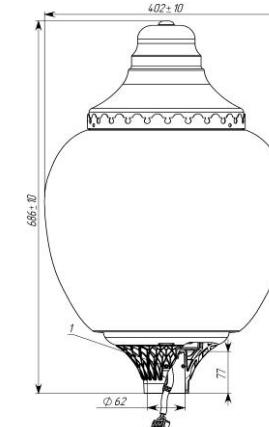
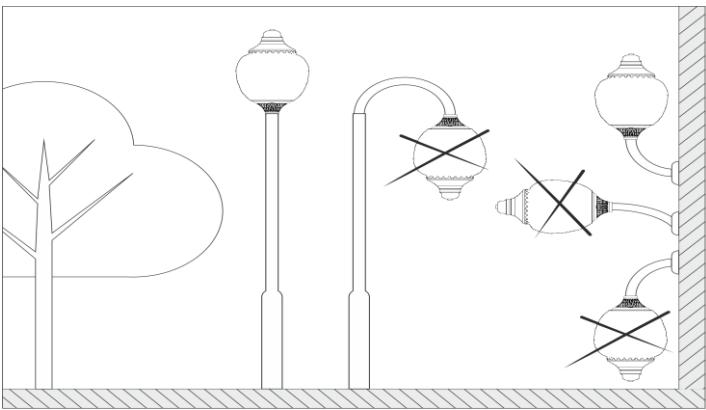

Рисунок 2
Рисунок 3
2.1 Светильники торшерные серии GALAD Лотос LED-40 (Рисунок 2) предназначены для функционально-декоративного освещения парков, скверов, бульваров, зон отдыха, территорий микрорайонов, коттеджных поселков.
5.1 Светильник устанавливают на трубу диаметром 50...60 мм **рассеивателем вверх** (Рисунок 3) «Разрешенные пространственные положения установки светильника Лотос LED» и закрепляют тремя болтами M6 (поз.1 Рисунок 2) с усилием затяжки 3,5 – 4 Н·м.